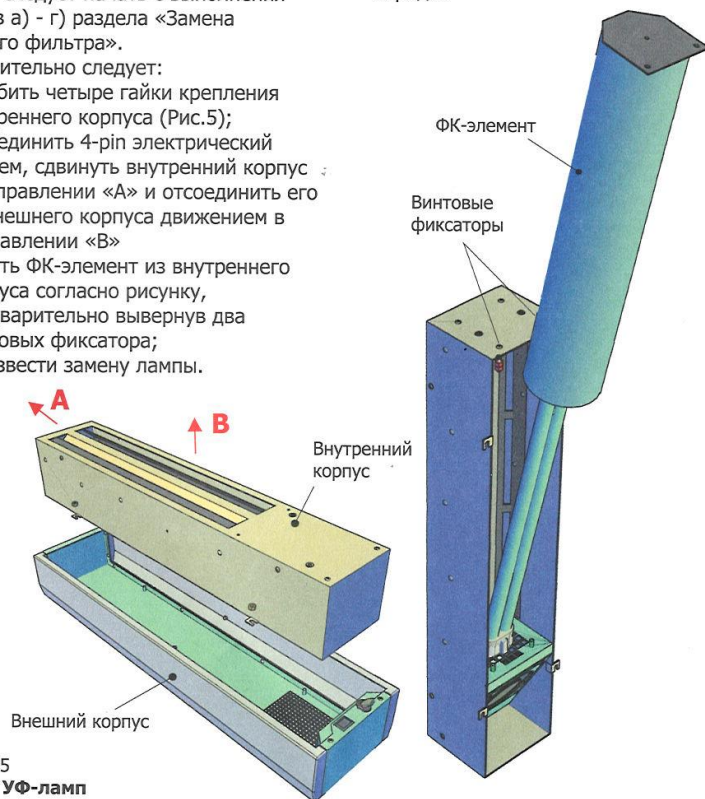

Рисунок 5
- ослабить четыре гайки крепления внутреннего корпуса (Рис.5);